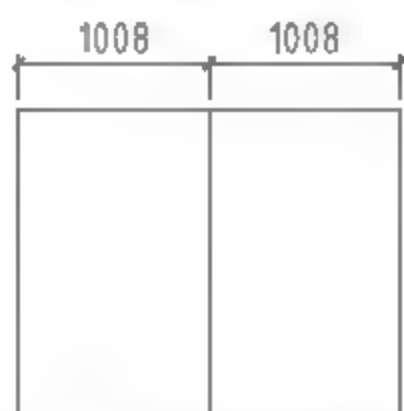

图8-82 绘制垂直线段
- 02 调用L【直线】命令，以上方边的中点为起点，以下方边的中点为终点，绘制直线，如图8-82所示。